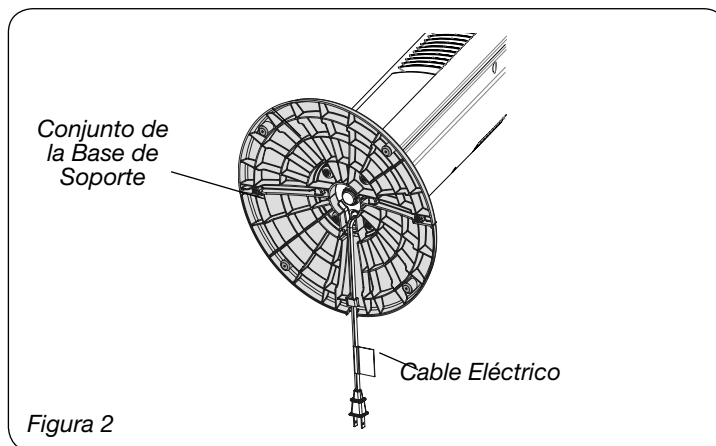

Figura 2
3. Conecte el Cable Eléctrico a través del orificio grande en el centro de la Montura de la Base de Apoyo. (Figura 2)